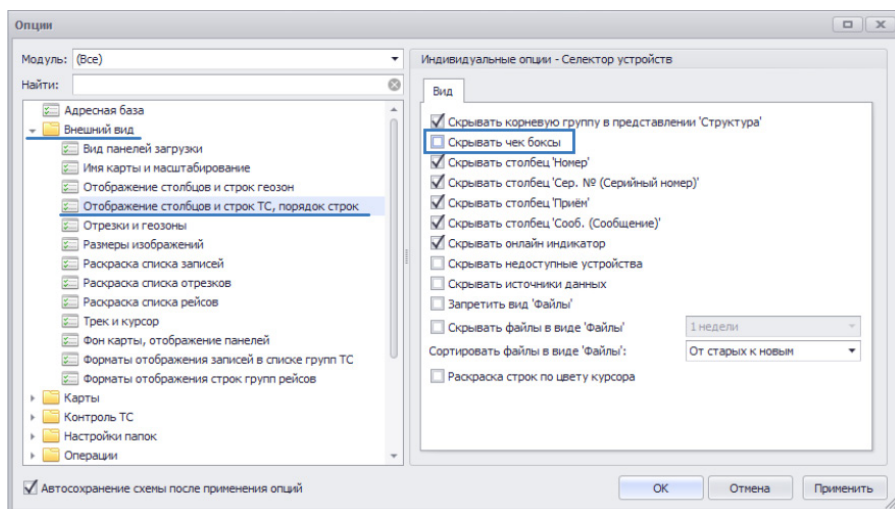

Рис.227. Настройка Селектора устройств для просмотра мультирейсов.
- перейти в меню «Опции» в раздел *Внешний вид – Отображение столбцов и строк ТС, порядок строк*, затем на вкладке «Вид» отключить опцию «Скрывать чек боксы» (**Рис.227**). Чек боксы Селектора устройств необходимы для выбора устройств, треки которых будут выводиться на карте.